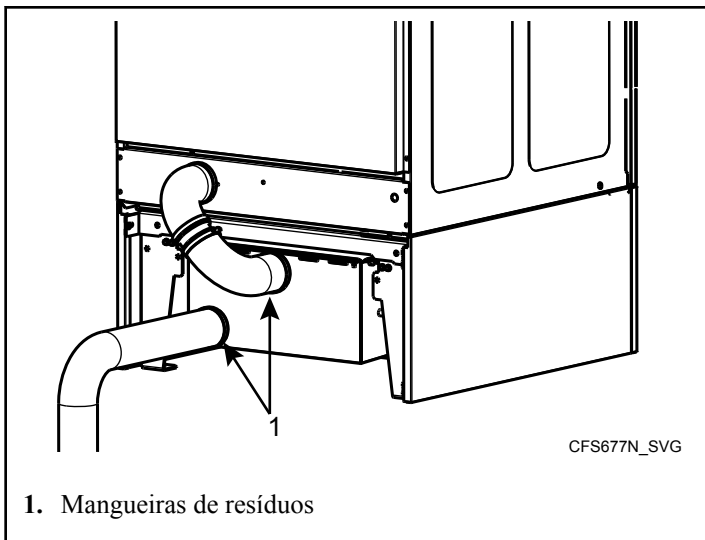

Figura 59
4. Remova as braçadeiras e as mangueiras de resíduos da caixa do filtro na parte traseira da máquina. Consulte *Figura 59*.